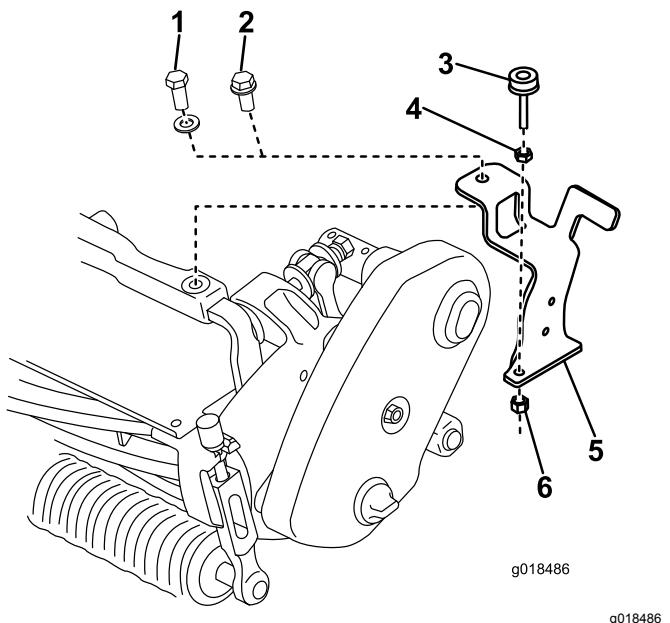

Рисунок 2
- На моделях Flex 1800/2100 прикрепите кронштейн щетки к передней раме и выступу при помощи болта с фланцевой головкой ($\frac{3}{8}$ x 1 дюйм), как показано на Рисунок 2.
- На моделях Flex 18/21 прикрепите кронштейн щетки к передней раме и выступу новым болтом (M10 x 30 мм) и шайбой, которая ранее была снята \(Рисунок 2\).
4. Без затяжки закрепите винт регулировки уровня на кронштейне щетки зажимной гайкой (5/16 дюйма) и контргайкой (5/16 дюйма), как показано на Рисунок 2.